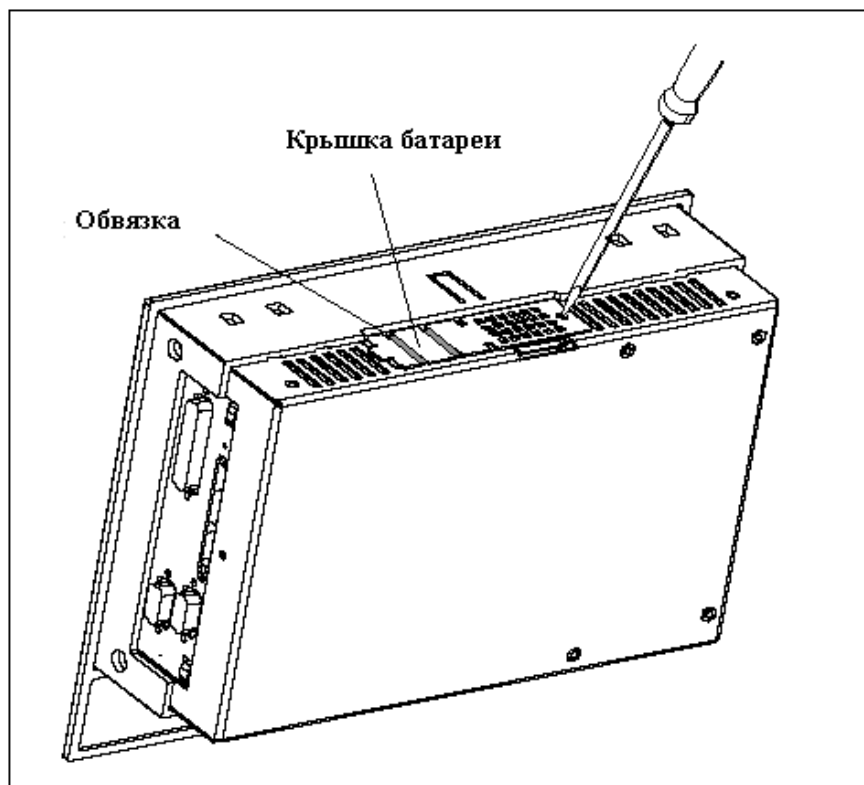

Рис. 11-1 Удаление крышки у С7-633 DP
1. Отверните крышку места расположения батареи в С7 (Рис. 11-1)